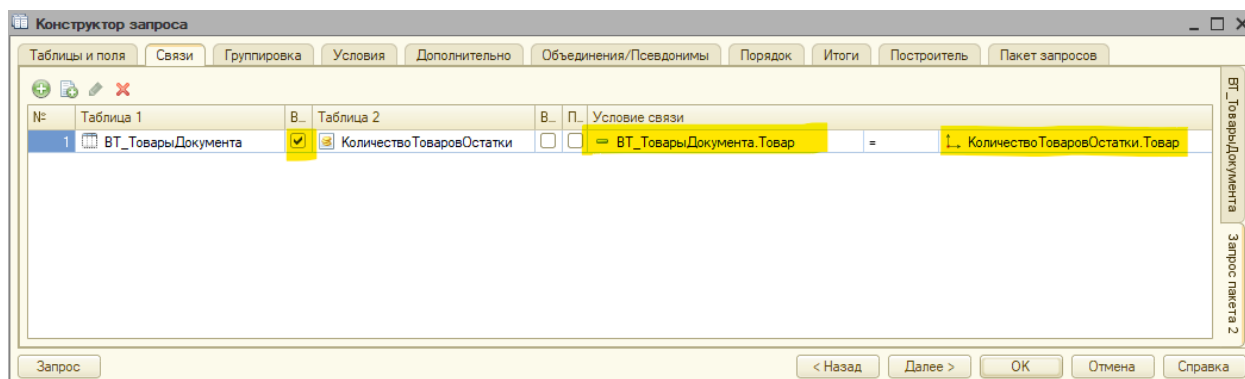

Рис. 5.62. Связи запроса 2
– на вкладке **Связи** указываем соединения выбранных таблиц и полей (рис. 5.62).